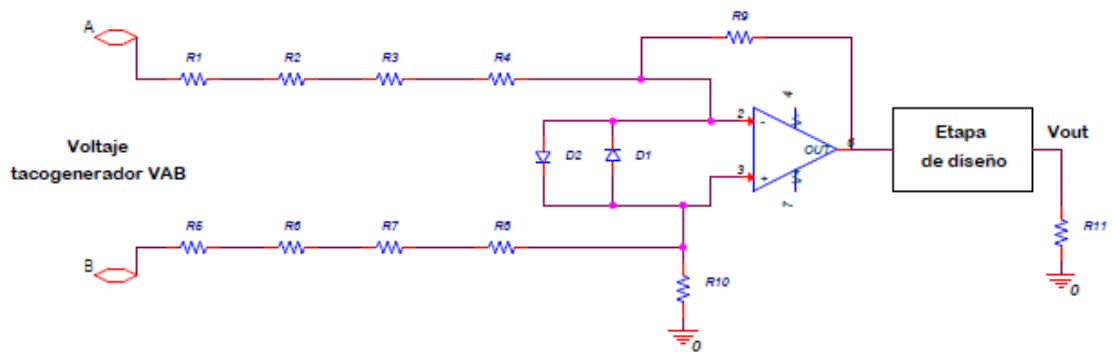

Figura 1. Circuito de acondicionamiento de entrada del voltaje del tacogenerador con amplificador diferencial
- 3.5. Diseñar e implementar el circuito de acondicionamiento para el valor de voltaje de salida de los tacogeneradores que se presentan en la Tabla 1. Para los diseños se debe emplear en la primera etapa un amplificador operacional con la configuración diferencial o de instrumentación, tal como se presenta en la Figura 1. Además, según el requerimiento de voltaje de salida del acondicionamiento ( $V_{out}$ ), se puede integrar etapas de diseño adicionales. Cada grupo debe desarrollar el diseño acorde al voltaje de salida del acondicionamiento presentado en la Tabla 1.